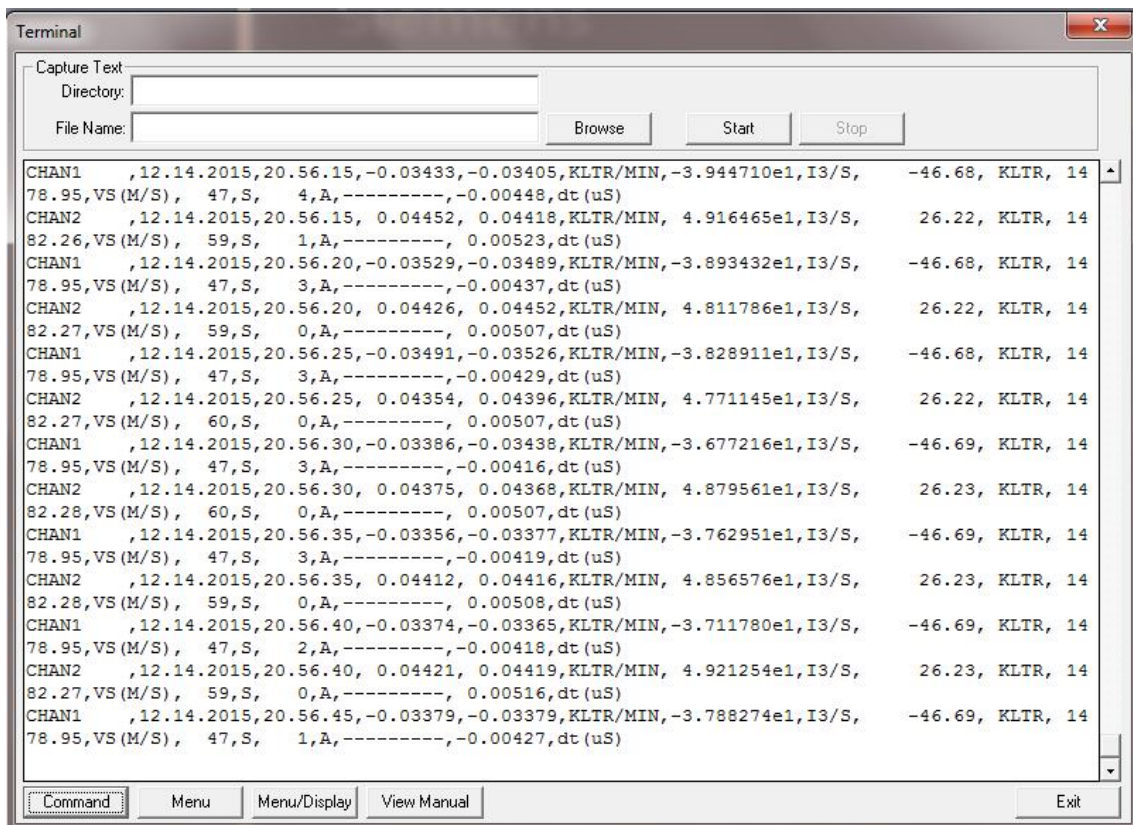
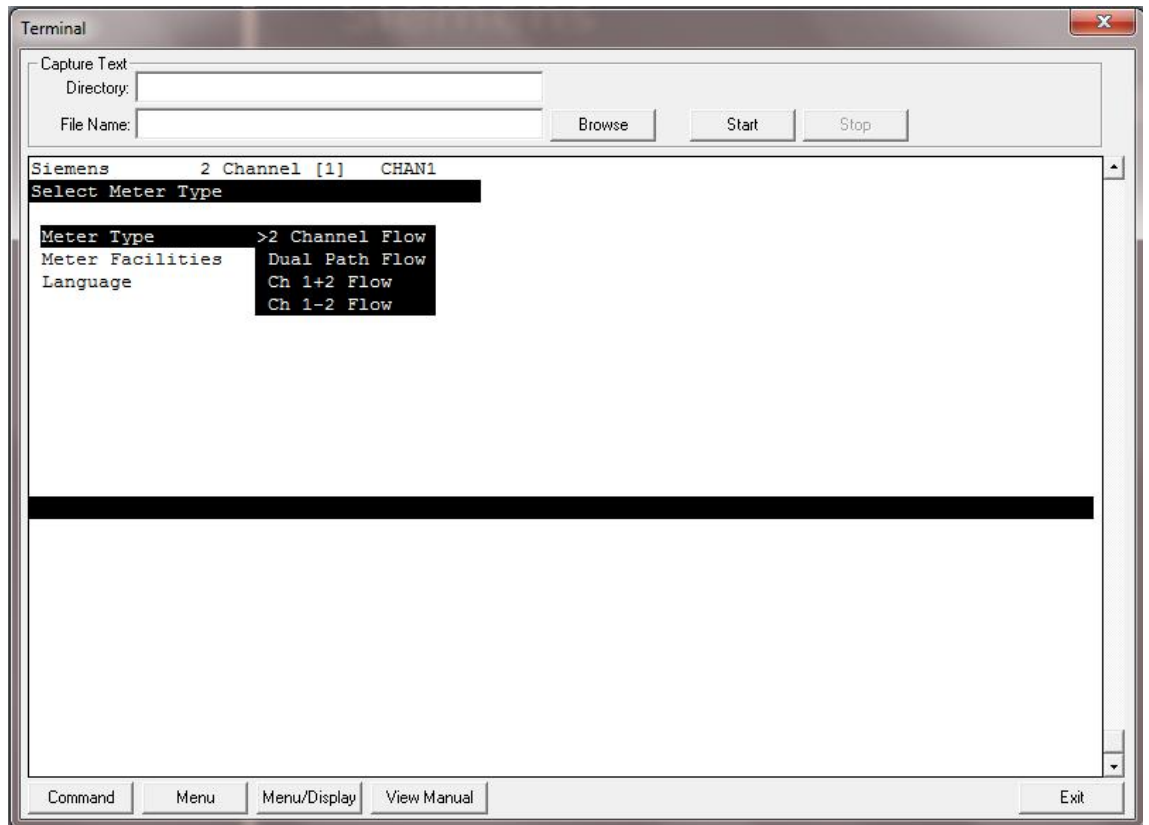
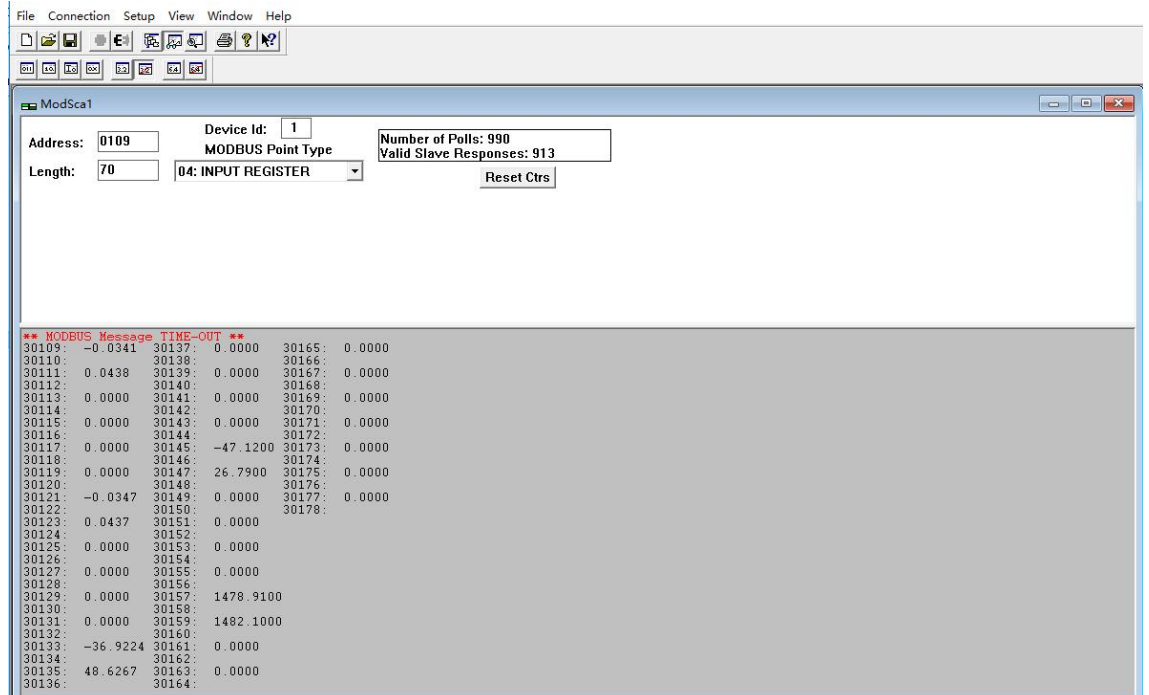

图 2-3
图 2-4
图 2-5
- 3、在 Si-Ware 软件中使用 Terminal 功能，在 Terminal 窗口中可以看到按照仪表中定义的 Logger Interval 时间输出的 Logger 数据，如“图 2-3”。
- 4、点击“图 2-3”中的“Menu”按钮调用仪表菜单，如“图 2-4”。这时 MODBUS 测试软件通讯还是正常的。当开始操作菜单时，MODBUS 通讯测试软件的通讯中断，如“图 2-5”。当切换到“Command”窗口或退出 Terminal 功能，MODBUS 测试软件通讯恢复。